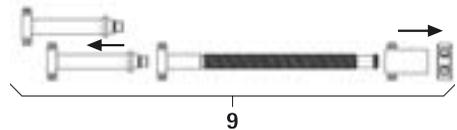

Fig. 4
- Smontare il distrattore ad asta filettata **9**, vedere Fig. 4.